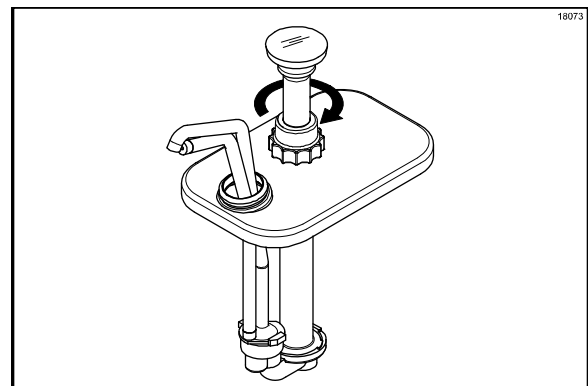

Abbildung 96
15. Kolbenmutter im Uhrzeigersinn festziehen. (Siehe Abbildung 96.)